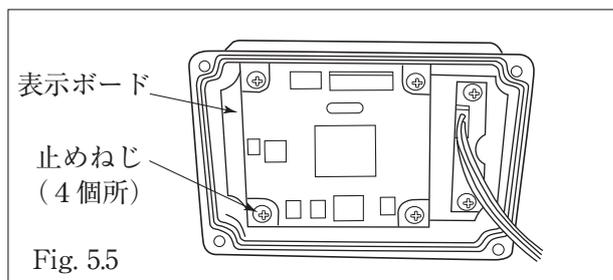

Fig. 5.5
- ③ 表示ボードを固定している4本の止めねじ(2.6×8)を外し、表示ボードを取り出してください。(Fig.5.5)